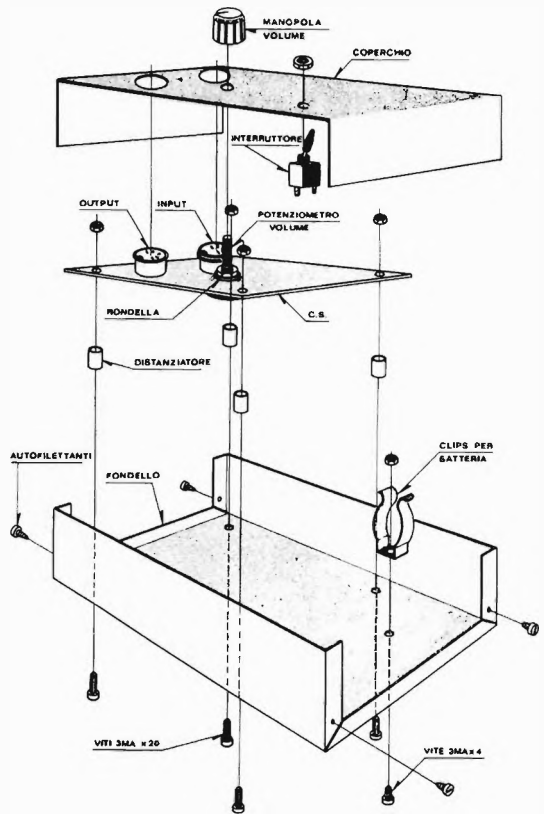

figura 4
- Fissare mediante l'apposito dado, al coperchio del contenitore, l'interruttore - figura 4. Fate attenzione che la posizione ON stampata sul coperchio corrisponda alla posizione ON stampata sull'interruttore.
- Fissare il clips per supporto batteria al fondello, mediante una vite 3 MA x 4 e apposito dado - figura 4.
- Fissare il circuito stampato al fondello mediante 4 viti 3 MA x 20 con relativi distanziatori e 4 dadi - figura 4.